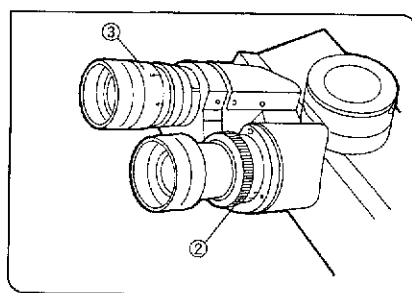

図 67
2) 右側光路の接眼レンズを覗き、鏡筒スリーブの視度調整環②を回して、写真マスク中央部のレチクルがはっきり2本に見えるように、調節します。(図67, 68)
3) 左側光路の接眼レンズを覗き、接眼レンズの視度調整環③を回して、写真マスク中央部のレチクルがはっきり2本に見えるように、調節します。(図67, 68)